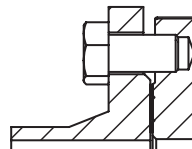

FIG. 3b OUI/JA
- Eine Schraube mit passender Länge auswählen: wenn sie zu lang ist, ist keine korrekte Schraubenspannung garantiert. Gemäß Abb. 3b oder 3c anbringen. Die Bolzen kreuzweise festziehen.